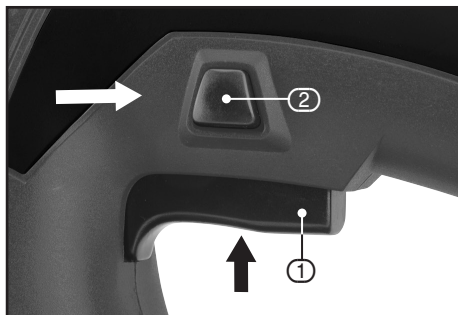

FIG.2
9.1 TRIGGER SWITCH AND LOCKING BUTTON OPERATION – FIG.2